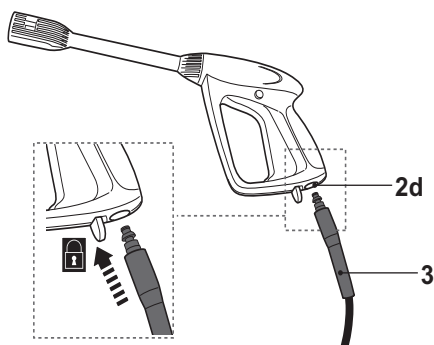

Fig. 3
- > Introduceți racordul furtunului cu presiune (3) de conectorul de furtun (2d). Asigurați-vă că acesta este angrenat în vederea declanșării (Fig. 3).
- > Îndepărtați dopul (8a) din evacuarea apei (8).